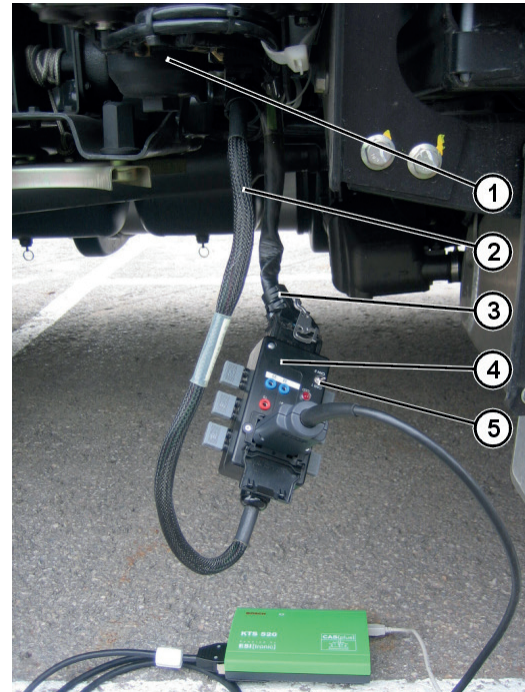

Abb. 2: Anschluss des Adaptermoduls
2. Steckverbindung unten am Fördermodul (Abb. 2, Pos. 1) trennen. Hierfür die Rastnasen am Kunststoffteil des Steckers zusammendrücken und den Verriegelungshebel lösen.
3. Verbindungsleitung (Abb. 2, Pos. 2) des Adaptermoduls am Fördermodul anschließen.
4. Kabelbaumseitigen Stecker (3) am Adaptermodul (Abb. 2, Pos. 4) anschließen.
5. Diagnosegerät an Diagnoseanschluss des Adaptermoduls (Abb. 2, Pos. 4) anschließen.
6. Schnittstelle zur Diagnosekommunikation über den Schalter (Abb. 2, Pos. 5) wählen.